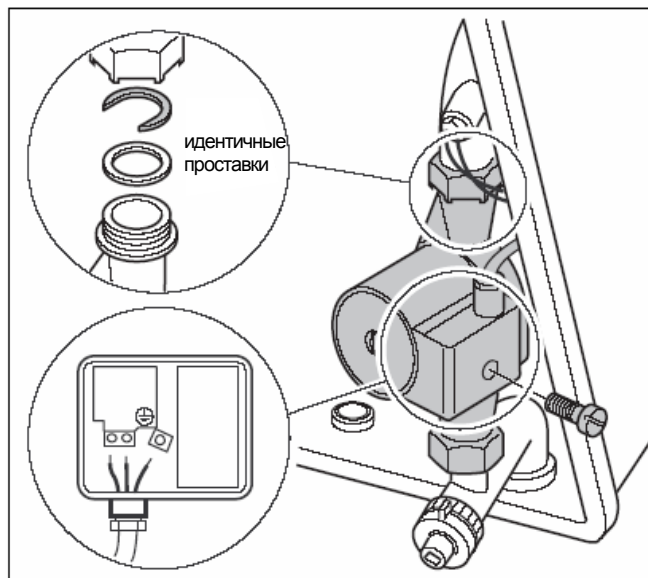

Рис. 19 Замена насоса рециркуляции
- Установите новый насос и подключите к системе. При этом убедитесь в том, что прокладка теплообменника (рис. 19) вставлена правильно.